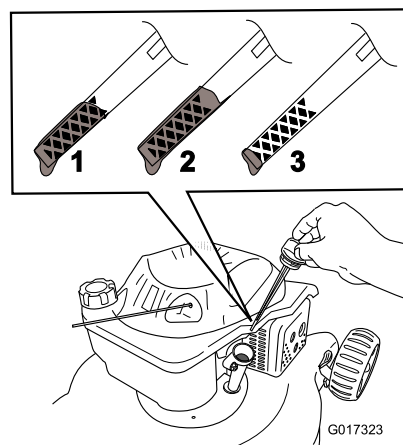

Bild 10
2. Ziehen Sie den Peilstab (Bild 10) heraus.
3. Füllen Sie das Öl **langsam** in den Einfüllstutzen ein, um den Ölstand auf die Marke **Voll** am Peilstab anzuheben. **Bild 10** **Füllen Sie nicht zu viel ein.** Max. Füllstand: 0,55 l der Sorte: Waschaktives Öl, SAE 30 oder SAE 10W-30, mit der Klassifizierung SF, SG, SH, SJ, SL oder höher durch das American Petroleum Institute (API).
1. Nehmen Sie den Peilstab heraus und wischen Sie ihn ab. Stecken Sie ihn dann ganz ein (Bild 10).
2. Nehmen Sie den Peilstab heraus und prüfen Sie den Ölstand (Bild 10). Wenn der Ölstand unter der **Nachfüll**-Marke ist, gießen Sie **langsam** Öl in den Einfüllstutzen, um den Ölstand auf die **Voll**-Marke am Peilstab anzuheben. **Füllen Sie nicht zu viel ein.** Max. Füllstand: 0,55 l der Sorte: Waschaktives Öl, SAE 30 oder SAE 10W-30, mit der Klassifizierung SF, SG, SH, SJ, SL oder höher durch das American Petroleum Institute (API).